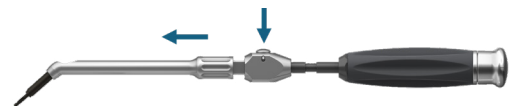

Abbildung 20
1. Nehmen Sie den Winkelbohrer ab, indem Sie den Entriegelungsknopf drücken und den äußeren Schaft des Winkelbohrers so weit vom Griff wegschieben, dass die Bohrspitze entfernt werden kann (Abbildung 20).